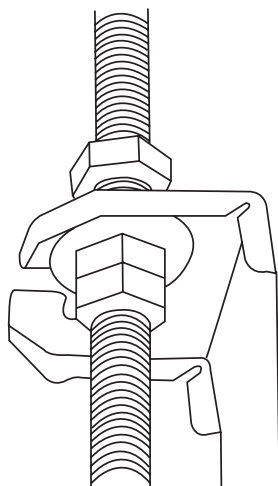

Abb. 3.5
- Montieren Sie das Innengerät. Sie benötigen zwei Personen, um es anzuheben und zu befestigen. Führen Sie die Aufhängebolzen in die Befestigungslöcher des Geräts ein. Ziehen Sie sie mit den mitgelieferten Unterlegscheiben und Mutterschrauben fest. (Siehe Abb. 3.5).